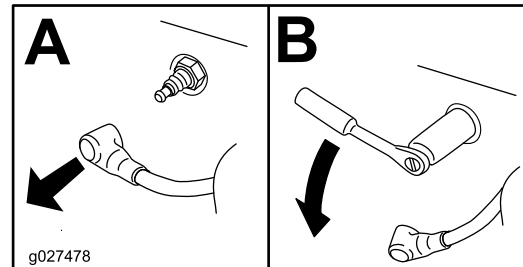

Figure 26
4. Déposez la bougie (Figure 26).